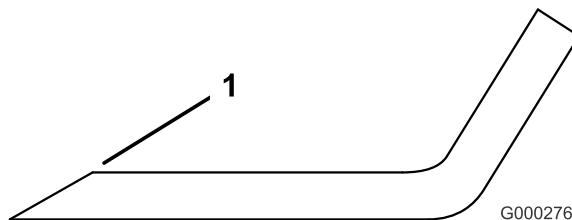

Figure 68
- Au moyen d'une lime, aiguissez les tranchants aux deux extrémités de la lame (Figure 68). Veillez à conserver l'angle de coupe d'origine. Limez la même quantité de métal sur chacun des deux tranchants pour ne pas déséquilibrer la lame.